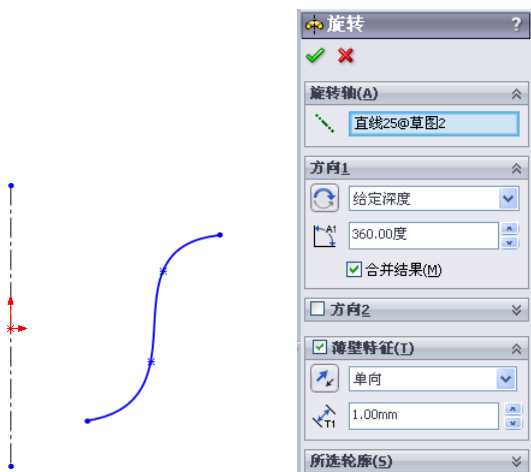
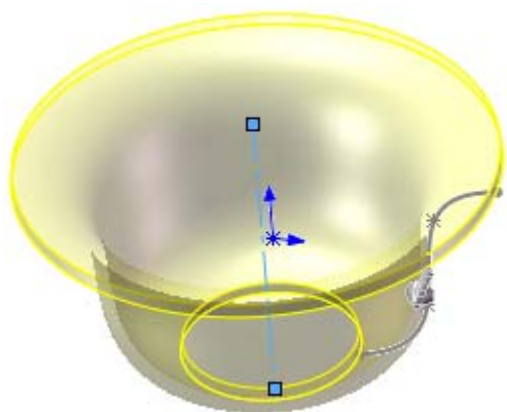

图 5-32 旋转草图
图 5-33 “旋转”属性管理器
(1) 单击“特征”工具栏中的（旋转凸台/基体）按钮，或选择菜单栏中的“插入”→“凸台/基体”→“旋转”命令。
(2) 弹出“旋转”属性管理器，选择图 5-32 所示的旋转草图及基准轴，由于草图是开环，属性管理器自动勾选“薄壁特征”复选框，设置薄壁厚度为 1 mm，同时在右侧的图形区中显示生成的旋转特征，如图 5-33 所示。